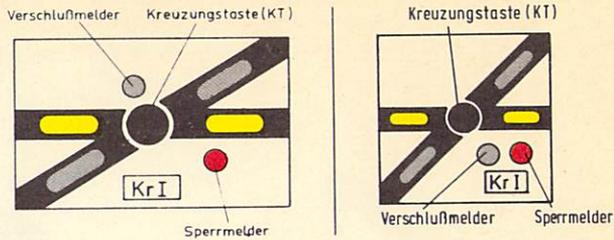

Bild 27
- b) Soll eine Kreuzung gesperrt werden, muß durch Drücken der Kreuzungstaste oder Einschalten der Weichenausleuchtung zuerst festgestellt werden, ob die Stellungsmelder der Kreuzung in der erforderlichen Fahrtrichtung aufleuchten. Leuchten die Stellungsmelder der falschen Seite auf, ist durch Bedienen der Weichengruppentaste und der Kreuzungstaste die richtige Ausleuchtung herzustellen. Durch die anschließende Bedienung der Weichensperrtaste und der Kreuzungstaste wird die Kreuzung gesperrt; der Sperrmelder leuchtet rot und die Stellungsmelder leuchten gelb (vgl. Bild 27). Durch Bedienen der Weichenent-sperrtaste und der Kreuzungstaste kann die Kreuzung wieder entsperrt werden; der Sperrmelder und die Stellungsmelder erlöschen.